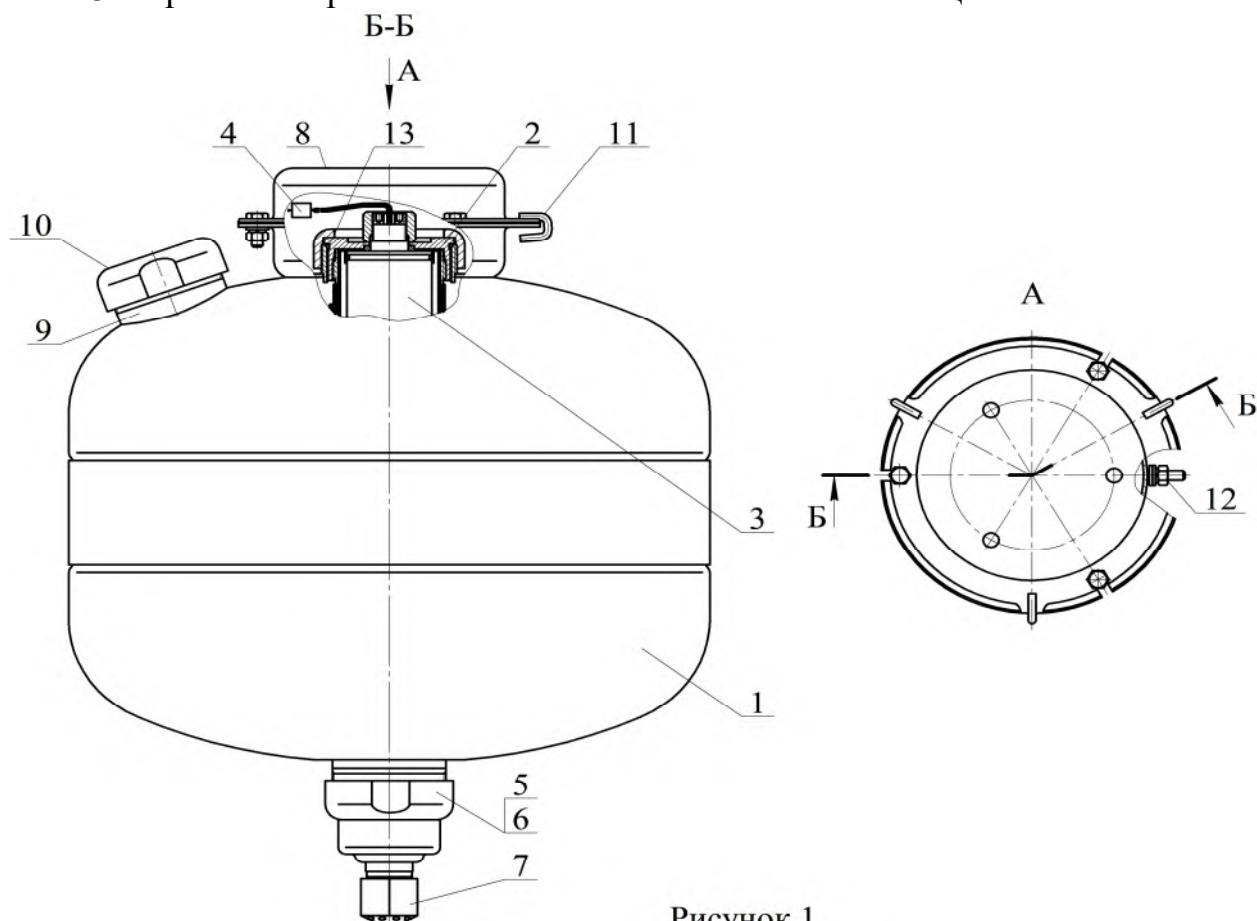

Рисунок 1
4.1.1 МУПТВ (см. рисунок 1) состоит из корпуса 1, заправленного ОТВ, в котором размещено газогенерирующее устройство 2.
4.2.1 После подачи электрического импульса на выводы элемента электропускового **4** (см. рисунок 1) ИХГ **3** генерирует газ, который создает давление внутри корпуса МУПТВ для вскрытия мембраны **5** и выпуска через насадок-распылитель **7** в зону горения тонкораспыленной струи ОТВ.
6.3 Закрепить кронштейн 8 (см. рисунок 1) на потолке. Координаты отверстий в кронштейне приведены на рисунке 3.
Залить в отверстие верхней горловины 9 (см. рисунок 1) воды по ГОСТ 6709-72, СанПиН 2.1.4.1074-01 (температура воды должна быть плюс  $(15\ldots 25)^{\circ}\text{C}$ ) объемом  $16,19^{+0,2}$  дм3. Открыть упаковки с жидкими добавками к воде и залить их в отверстие верхней горловины 9.
6.6.3 Полученный раствор ОТВ залить в отверстие верхней горловины **9** (см. рисунок 1). Для окончательного приготовления ОТВ открыть упаковки с жидкими добавками к воде и залить их в отверстие верхней горловины **9**.
6.8 Накрутить до упора насадок-распылитель **7** (см. рисунок 1).
7.3 Комплект поставки для перезарядки МУПТВ (см. рисунок 1):